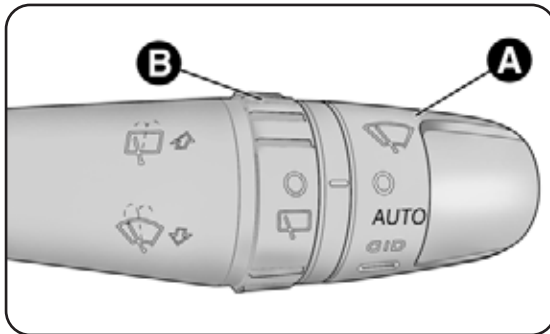

fig. 34
### ESSUIE-GLACE/LAVE-GLACE fig. 34
Pour activer le capteur, tourner la bague A-Fig. 34 en position "automatique" (commande AUTO): on obtient ainsi la régulation de la fréquence des balayages de l'essuie-glace en fonction de la quantité d'eau sur le pare-brise. La variation de la fréquence prévoit: aucun balayage (absence de pluie - vitre sèche) et jusqu'à la 2e vitesse continue (forte pluie - vitre mouillée).
Pour varier la sensibilité du capteur de pluie, tourner la bague A-fig. 34.
- variation de la sensibilité (en tournant la bague A-fig. 34 pour l'augmenter ou la réduire).
En tournant la bague B-fig. 34 de la position **O** à la position  on actionne l'essuie-lunette de la manière suivante: